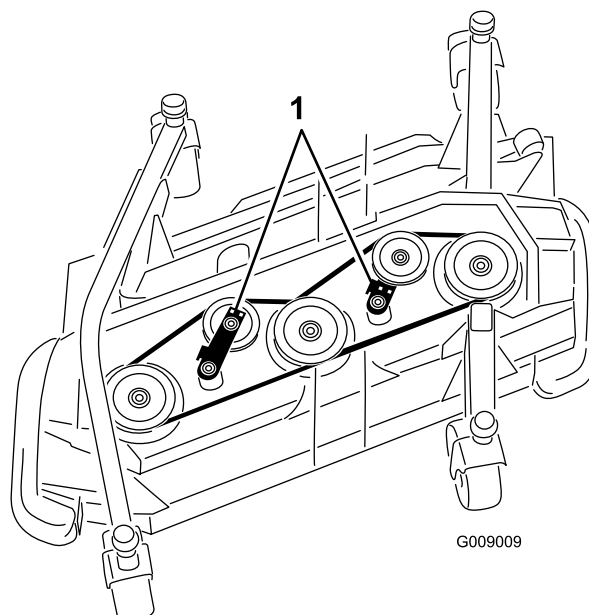

Figure 96
5. À l'aide d'une clé à cliquet ou d'un outil similaire, éloignez les poulies de tension de la courroie d'entraînement pour détendre cette dernière et pouvoir la déchausser des poulies (Figure 96).